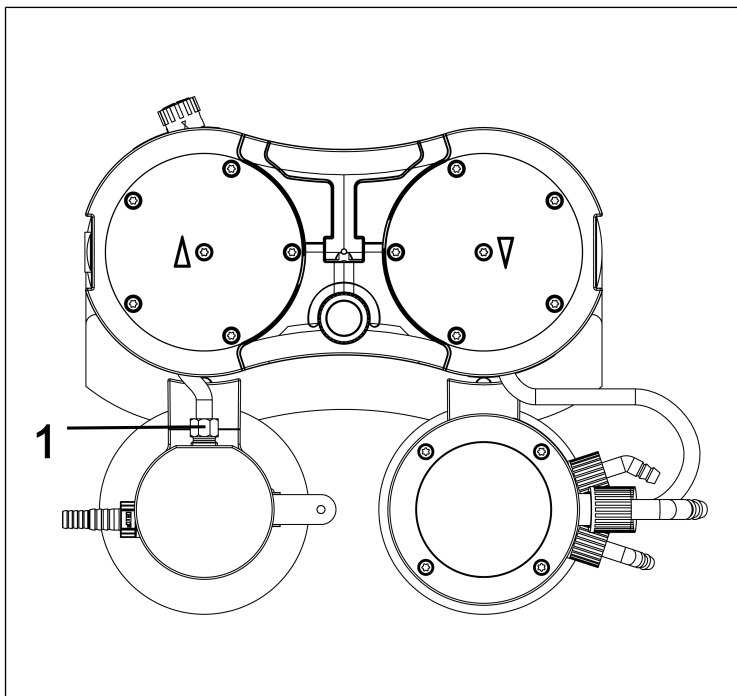

Fig.11: Allentamento del collegamento tubo flessibile
2. Allentare la vite a risvolto del collegamento tubo flessibile (**1**/Fig. 11) dal componente del sistema per vuoto.
i Per allentare la vite a risvolto del collegamento tubo flessibile separatore (**1**/Fig. 11), utilizzare all'occorrenza una chiave fissa di ampiezza 14.
10. Avvitare a fondo la vite a risvolto del collegamento tubo flessibile separatore (1/Fig. 11) sul raccordo del separatore.
- i** Per serrare la vite a risvolto del collegamento tubo flessibile separatore (1/Fig. 11), utilizzare all'occorrenza una chiave fissa di ampiezza 14.